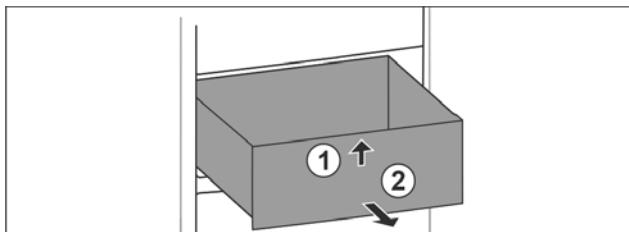

Fig. 61
- Приподнимите выдвижной ящик спереди. Fig. 61 (1)
- Извлеките выдвижной ящик движением вперед. Fig. 61 (2)